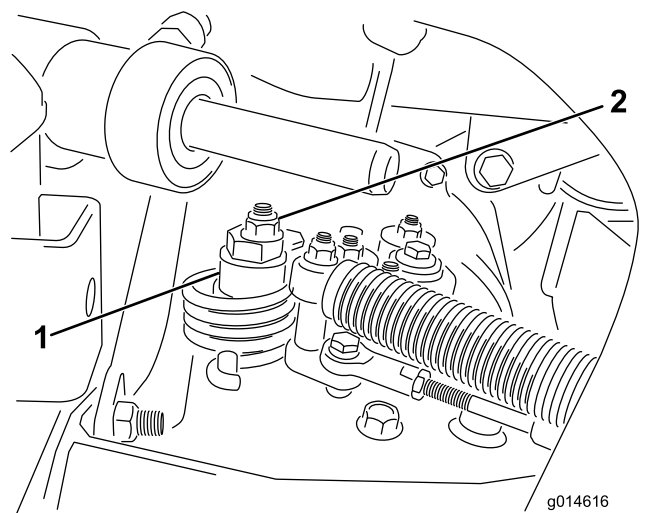

Figura 46
- A. Allentate il dado che fissa l'eccentrico alla parte superiore dell'igrostatò (Figura 46).
- C. Fate girare l'eccentrico finché non riscontrate movimenti in alcuna direzione. Quando la ruota cessa di girare, serrate il dado di bloccaggio dell'eccentrico per mantenere la messa a punto (Figura 46). Verificate la regolazione portando l'acceleratore in posizione di MINIMA e MASSIMA.